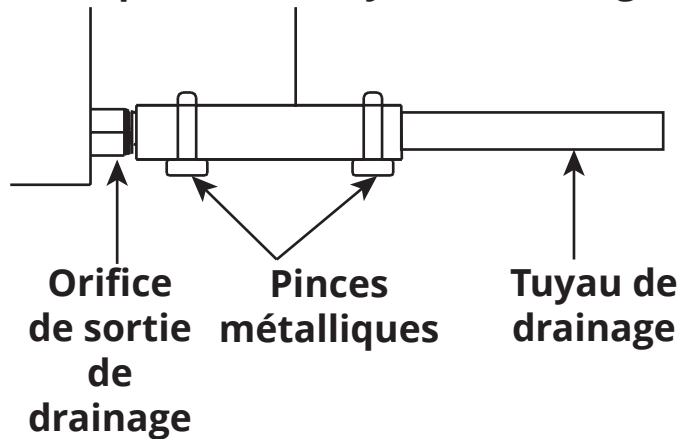

Figure 5.16
1. Tout d'abord, vous installerez l'adaptateur de tuyau de drainage sur l'orifice de sortie de vidange de la cassette, en utilisant l'un des colliers fournis pour le fixer en place en serrant le collier (**voir la figure 5.16**).
2. Faites glisser l'autre collier métallique sur l'autre extrémité de l'adaptateur de tuyau de drainage. Ensuite, faites glisser le tuyau de drainage dans l'extrémité de l'adaptateur et fixez-le en serrant le collier (**voir la figure 5.16**).